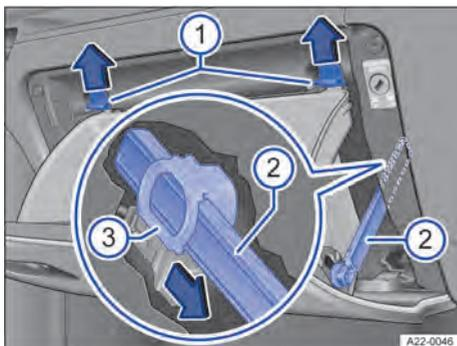

Fig. 168 Cobertura da caixa de fusíveis no painel de instrumentos: veículos com direção à esquerda, no lado do passageiro dianteiro (representação esquemática).
1. Abrir o porta-luvas e, conforme o caso, esvaziá-lo → Fig. 168.
2. Pressionar os pinos batente para cima no sentido da seta e ao mesmo tempo abrir mais o porta-luvas → Fig. 168 ①.
3. Retirar a cremalheira → Fig. 168 ② do elemento de travamento → Fig. 168 ③.
2. Introduzir a cremalheira → Fig. 168 ② no elemento de travamento → Fig. 168 ③.
3. Pressionar o porta-luvas cuidadosamente para frente além da resistência do pino de batente → Fig. 168 ①.